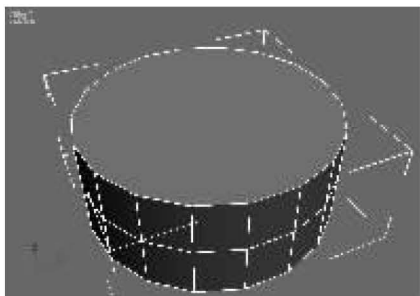

图 7-61 创建圆柱体
(2)在顶视图中创建一个圆柱体,在其“修改”面板中设置“半径”为 60、“高度”为 50、“高度分段”为 2,其他参数保持默认设置,如图 7-61 所示。